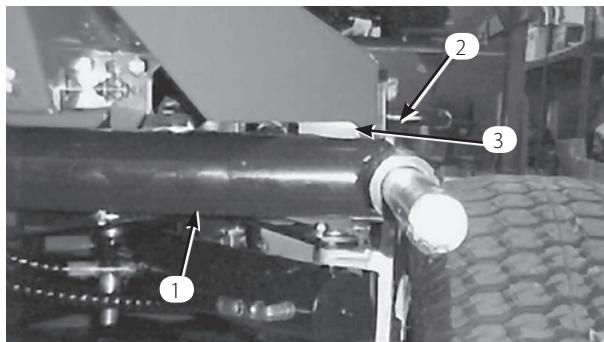
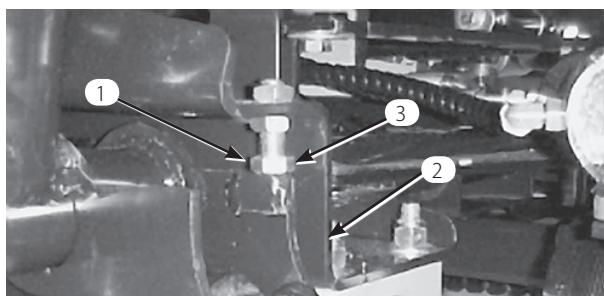
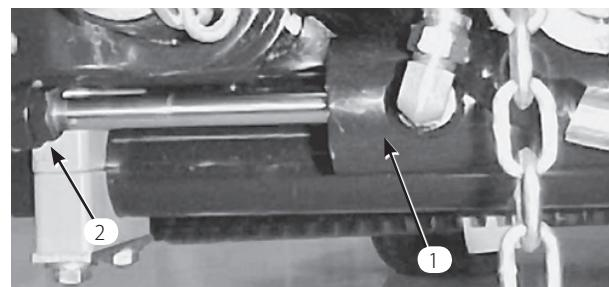

図 10
図 11
図 12
1. エンジンを始動し、デッキを上昇させ、各昇降アームとフロア・プレート・ブラケットの間のすきまが5~8 mmであることを確認する(図10)。この値が5~8mmの間にない場合は、ストップボルト(図11)を戻し、シリンダ(図12)を調整して隙間を作る。シリンダの調整は、シリンダについているジャムナットを戻し、ロッドの端部からピンを抜いてクレビスを回転させて行う。調整が終わったらピンを取り付けて隙間の大きさを確認し、必要に応じて再調整する。クレビスのジャム・ナットを締める。
2. 各昇降アームとストップボルトとの隙間(図11)が0.13~1.02 mmの間にあるかどうか点検する。この範囲になければストップボルトを調整する。